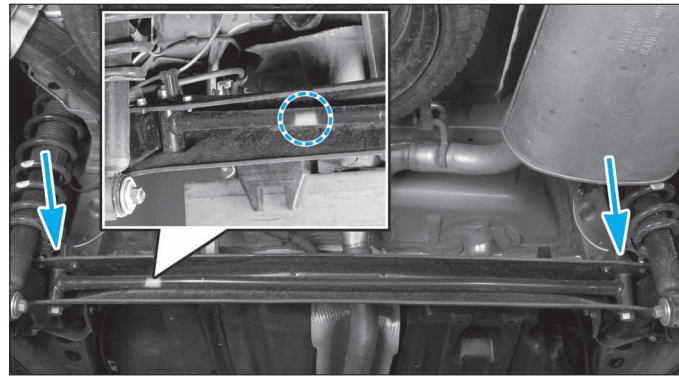

FIG. 22
- Déposer les fixations de la barre stabilisatrice (fig. 22).